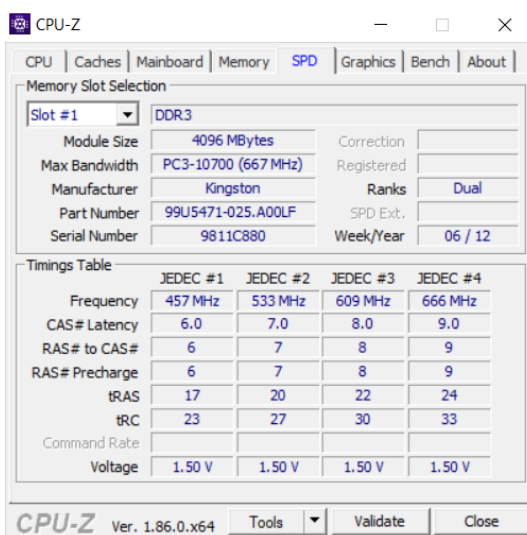

Figura 3. Características de los módulos de memoria proporcionadas por el fabricante
- Desde los datos proporcionados por la hoja de especificaciones de los módulos (archivo kvr1333d3n9_4g.pdf) y el programa CPU-Z (Figuras 3 y 4) rellénese la siguiente tabla. Recuérdesse que la figura 3 muestra información solo de un *slot*, pero existen otros 7 con idénticas características.